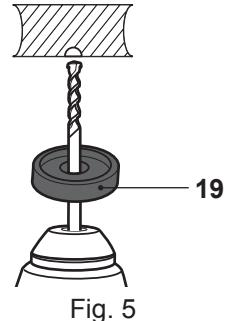

Fig. 5
Utilize o coletor de pó (19) sobre a broca para proteger o utilizador e o produto de pó ou de resíduos (Fig. 5).